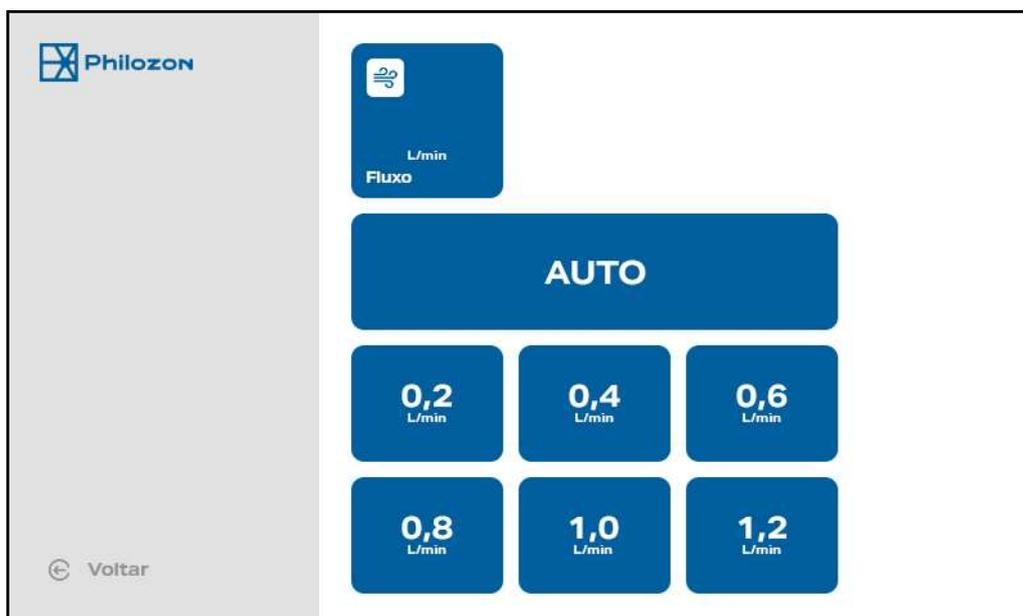

Figura 22 - Tela ajuste de fluxo
a) Fluxo: Proporciona a seleção do fluxo de operação desejado, podendo ser automático ou ajustado nos seguintes fluxos: 0,2 – 0,4 – 0,6 – 0,8 – 1,0 -1,2 L/min (Figura 22).